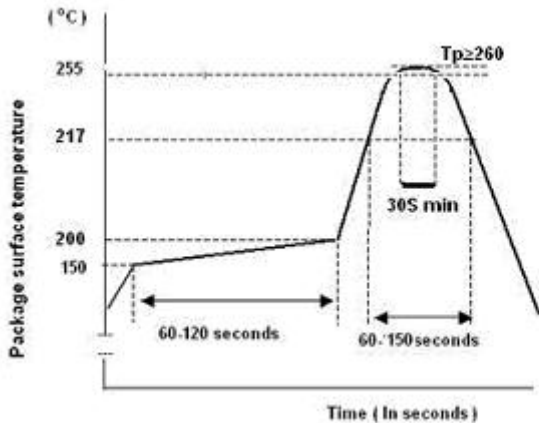

图 12：炉温曲线图
- CI13242 采用无铅环保材料制造，SMT 焊接时请按照无铅标准设置炉温和时间参数，如图 12。